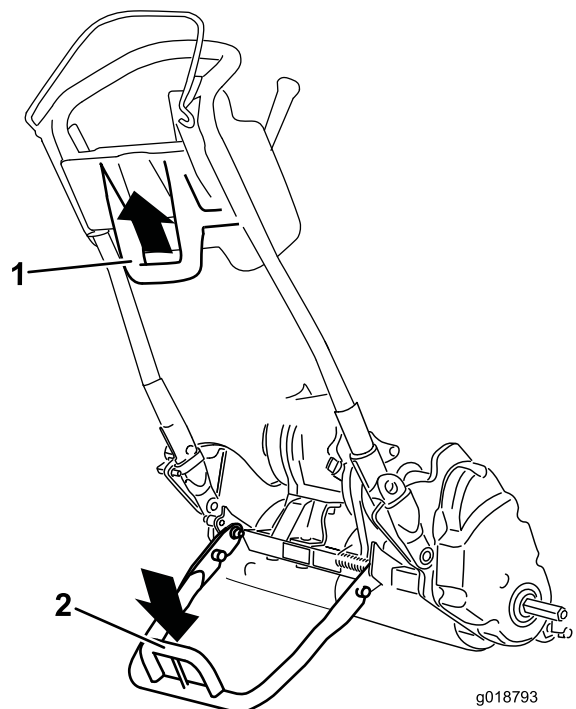

Bild 27
- Wenn Sie den Ständer zur Montage der Transporträder verwenden, senken Sie ihn auf den Boden ab, treten auf die Ständerschleife und ziehen den unteren mittleren Maschinenholm gleichzeitig nach oben und hinten (Bild 27).